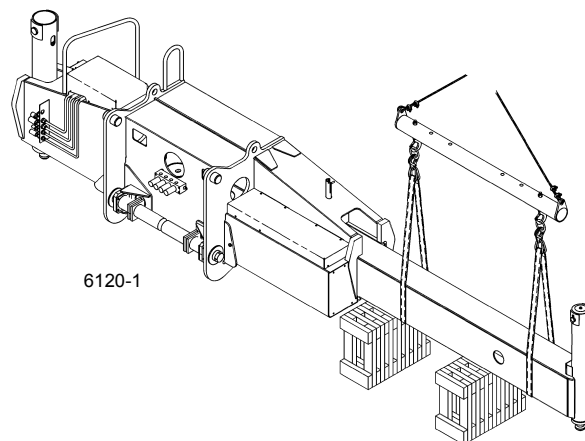

FIGURA 8-31
8. Después de fijar un dispositivo de levante adecuado con tiras o correas Figura 8-31 en lugar de cadenas para evitar melladuras en los bordes inferiores de la viga de estabilizador, saque la viga de la caja, reajustando el equipo de levante para evitar que el cilindro de extensión se salga de la viga cuando ésta queda libre de la caja del estabilizador.